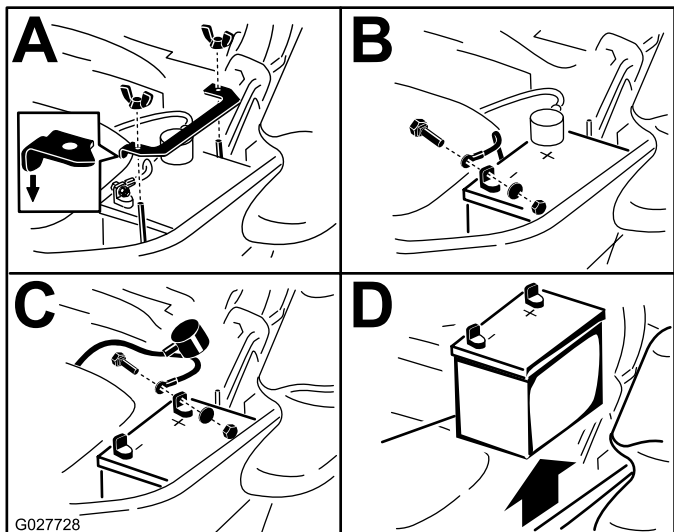

Figura 66
3. Retire la batería según se muestra en la Figura 66.